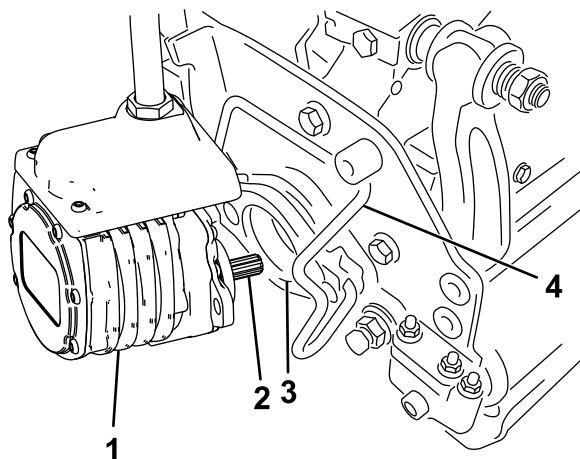

Figura 63
6. Revista o veio estriado do motor da unidade de corte com massa lubrificante limpa (Figura 63).
7. Insira o motor no lado esquerdo da unidade de corte (visto da posição do operador) e empurre a barra de retenção do motor na unidade de corte na direção do motor até ouvir um “clique” de ambos os lados do motor (Figura 63).